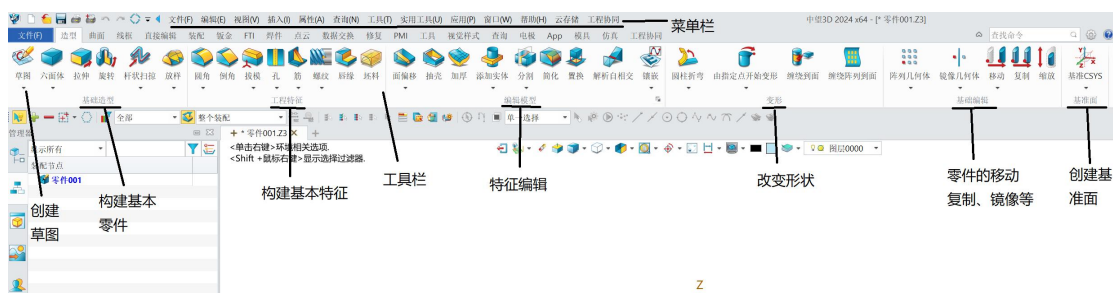

图 1-3 绘图窗口
新建文件确认后，进入图 1-3 窗口界面介绍。
(1) 点击图 1-3 绘图窗口左上角的“草图”图标，有 3 种草图工具，“草图”“3D 草图”“装饰草图”，其区别如图 1-4 所示。